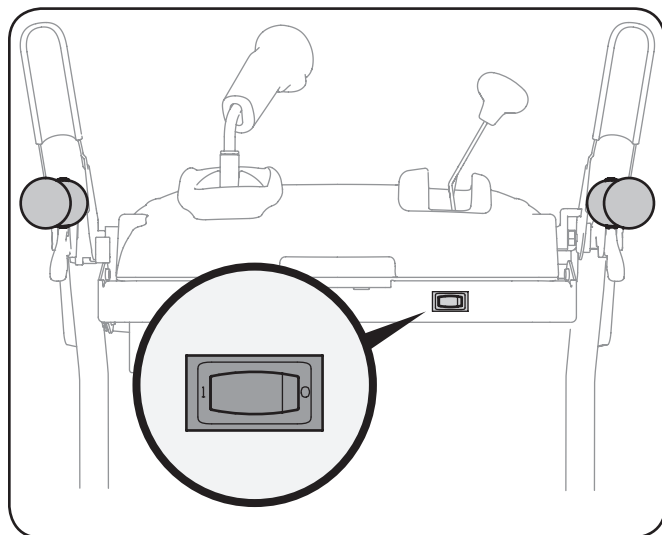

Figure 5-1
Pour activer les poignées chauffantes, poussez l'interrupteur situé à l'arrière du tableau de commande à la position MARCHÉ (ON). Voir Figure 5-1.